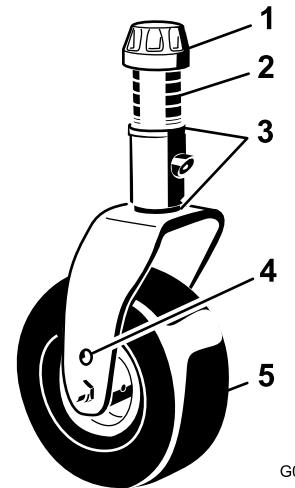

Figura 92
1. Retire el casquillo tensor del eje de la rueda giratoria, y retire el eje del brazo de la rueda giratoria (Figura 92). Vuelva a colocar los suplementos, según sea necesario, para elevar o bajar la rueda giratoria y obtener la inclinación correcta de la unidad de corte.